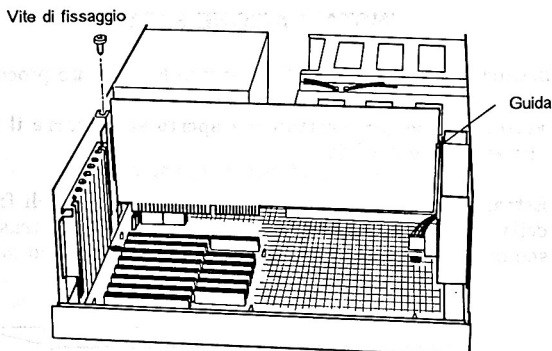

Figura 2
5. Svitare la vite di fissaggio e la copertura della sede 8, come illustrato in Figura 2. La copertura può essere gettata, tenere la vite per fissare la piastra.
6. Traslocare la piastra in posizione, verificare che il connettore del bordo piastra sia correttamente impegnato nel connettore nella base del PC. Fissare la piastra con la vite svitata al punto 5, vedere Figura 2.